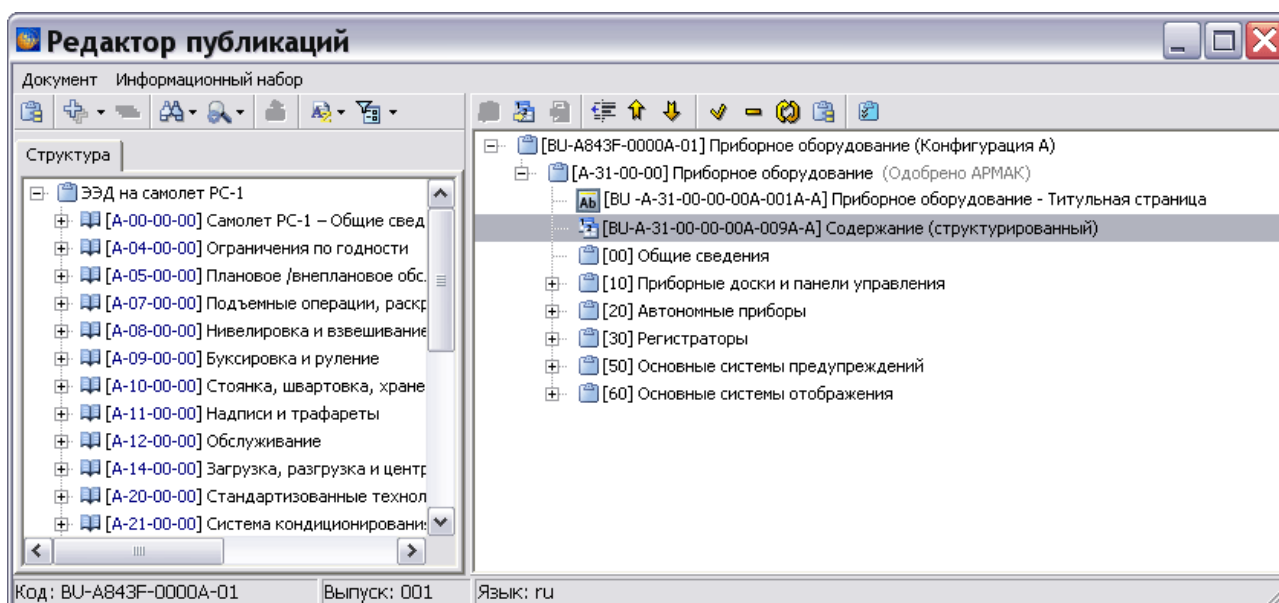

Рис. 8.62
15. В **Редакторе публикаций** переместите отчет инструментом **Переместить вверх** ↑ так, чтобы он находился после титульной страницы (Рис. 8.62).